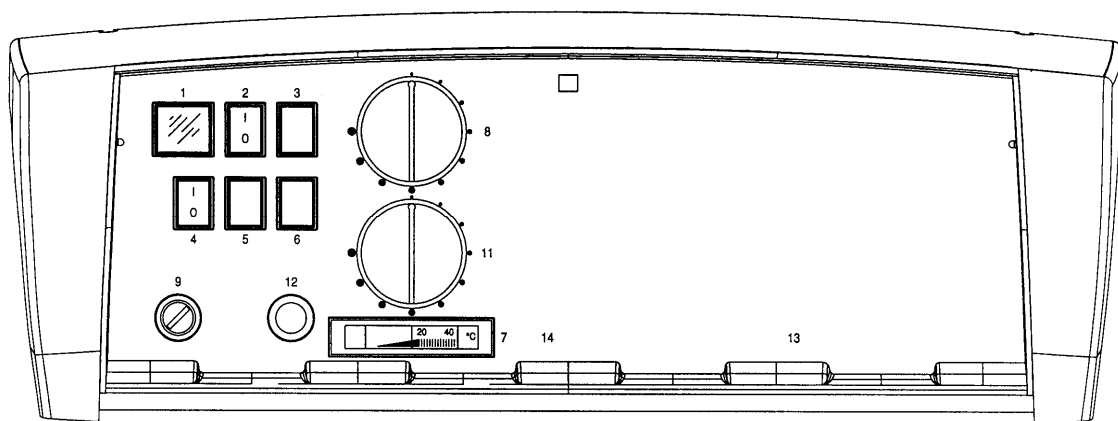

Fig. 1
4.5 PANOUL DE COMANDĂ (Fig. 1)